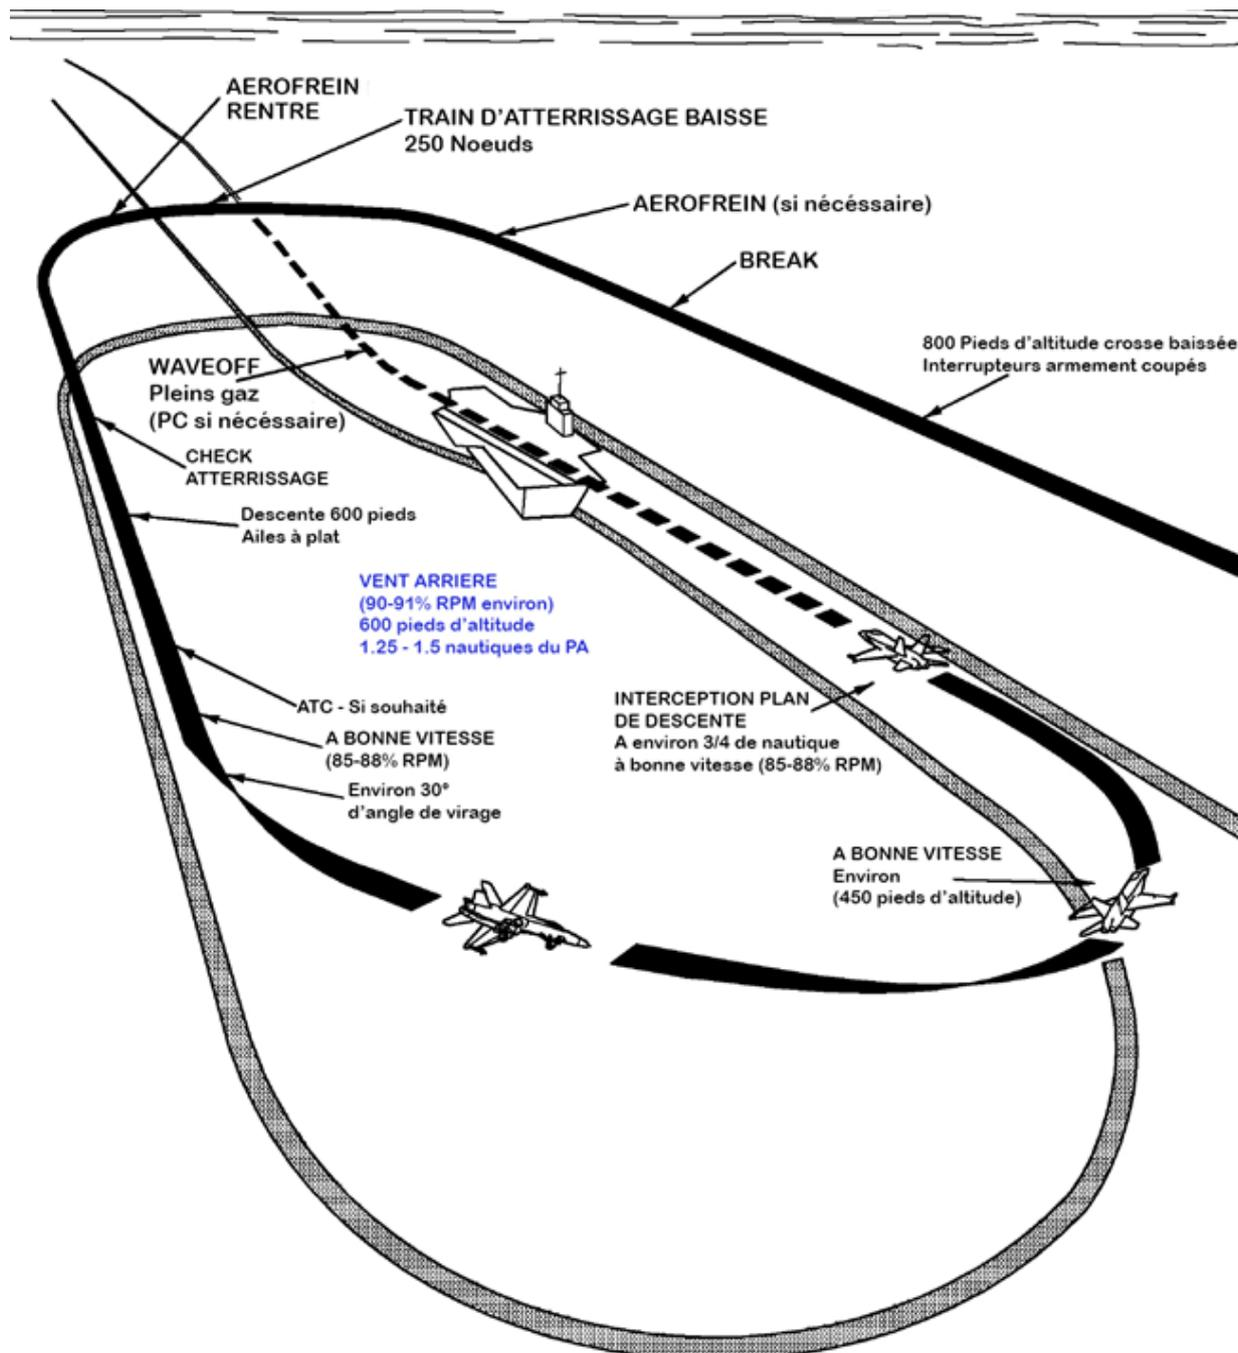

Fig. 4
**Respectez bien les altitudes et distances indiquées sur la figure 4